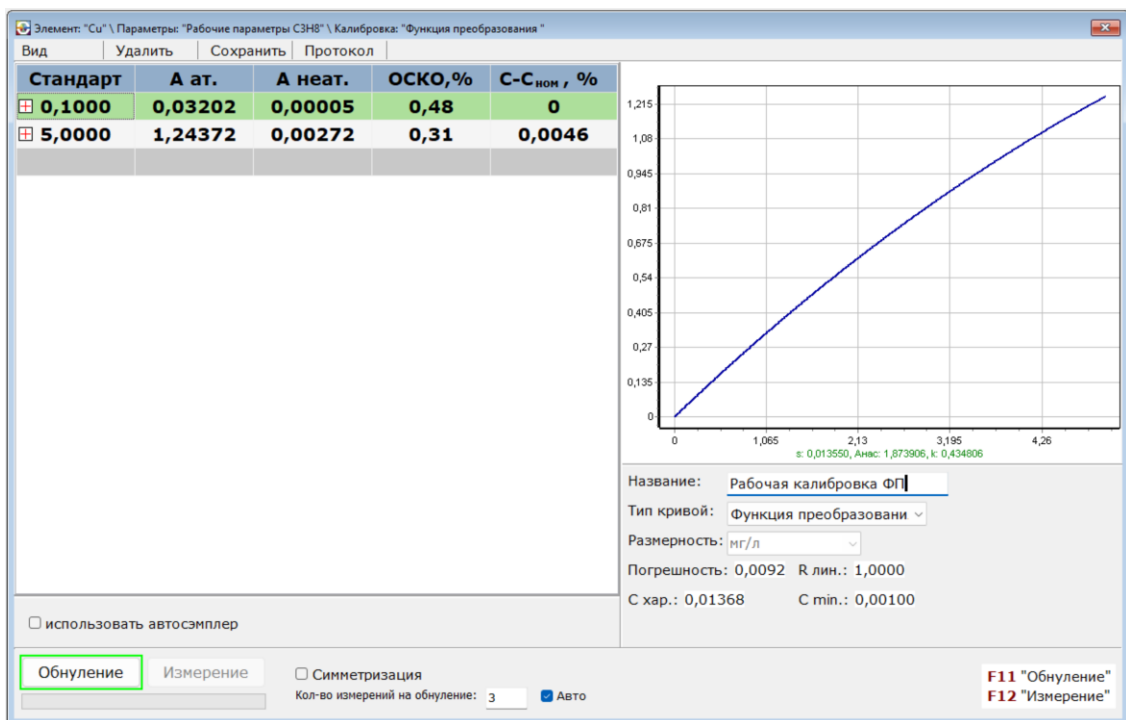

Рис. 31 Результат построения калибровки
- Оценить результат проведённых измерений, сохранить калибровку (нажать кнопку «Сохранить» в меню окна создания калибровки) рис. 31.